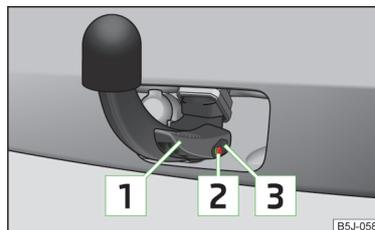

Fig. 107
- ✓ La palanca [1] está totalmente levantada » fig. 107.